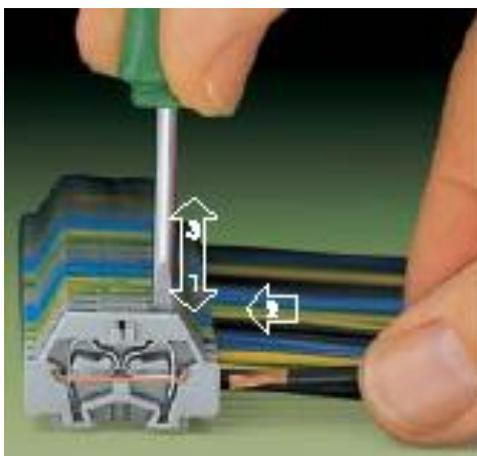

Рис. 6.4 Подключение проводников. Цифрами обозначена последовательность действий
- Подключить к клеммам 6 (рис. 2.2) провода трёхфазных кабелей, как показано на рис. 6.4. Провода подключать в соответствии со схемой изображённой на обратной стороне крышки клеммной колодки. Первыми подключать нейтральные (N) провода. После подключения убедиться с помощью монитора линии RML, что порядок чередования фаз на клеммах соответствует указанному на схеме подключения